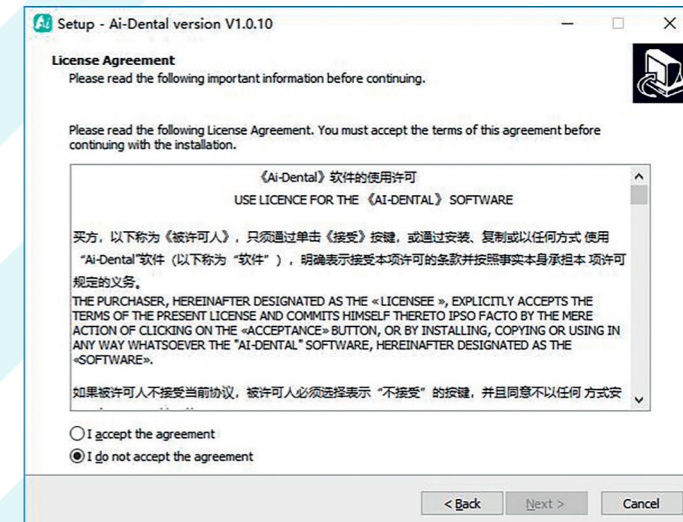

Figura 5
4.1.4 Leia o contrato de licença do software, concorde com esse contrato e clique em «I accept the agreement» (Eu aceito o contrato), clique em Next (Avançar) para continuar a instalação, discorde desse contrato e clique em «I don't accept the agreement» (Eu não aceito o contrato) para sair do programa de instalação, conforme mostrado na Figura 5.